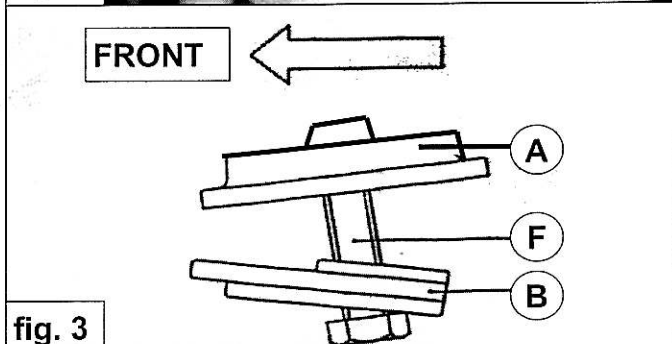

fig. 3
4. Plaats de aluminium schotel B in het gat van de onderste hoofdveerschotel zodanig dat de opening aan de achterzijde komt, zie fig 3.